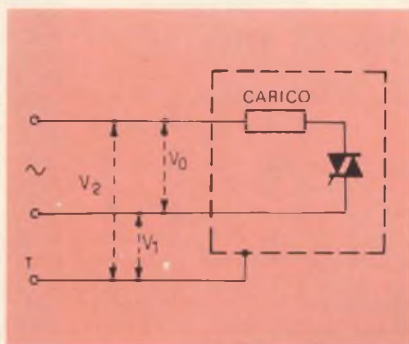

Fig. 1 - Distribuzione dei segnali parassiti.
- Due tensioni asimmetriche, V_1 e V_2 entro i conduttori e la massa o il neutro — fig. 1.